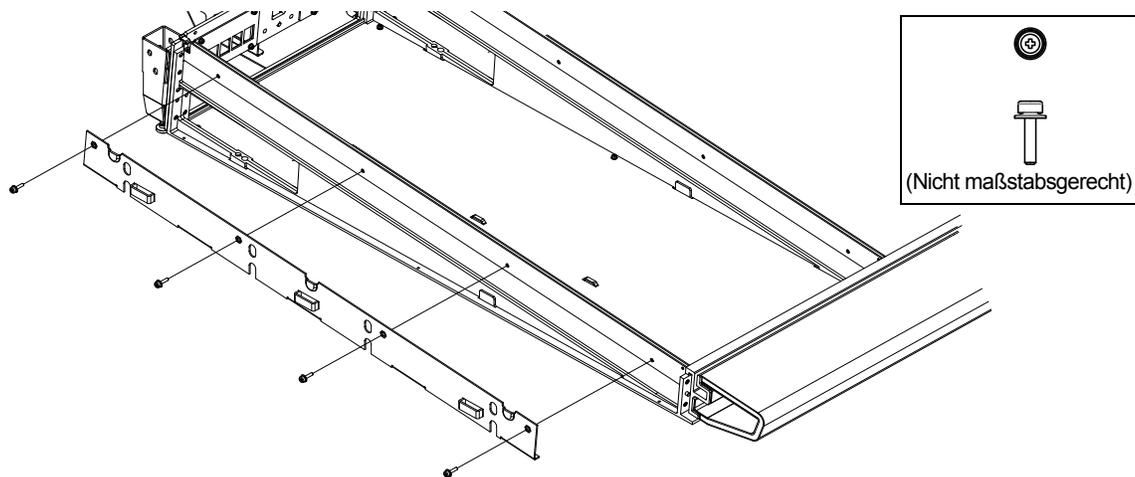

Abbildung 30. Anbringen der linken seitlichen Befestigungsplatten
- 2 Montieren Sie die linke Befestigungsplatte mit den beiliegenden Phillips-Schrauben (Linsenkopfschrauben) an der linken Rahmenseite und achten Sie darauf, die Halterungen korrekt auszurichten, wie in Abbildung 30 dargestellt.